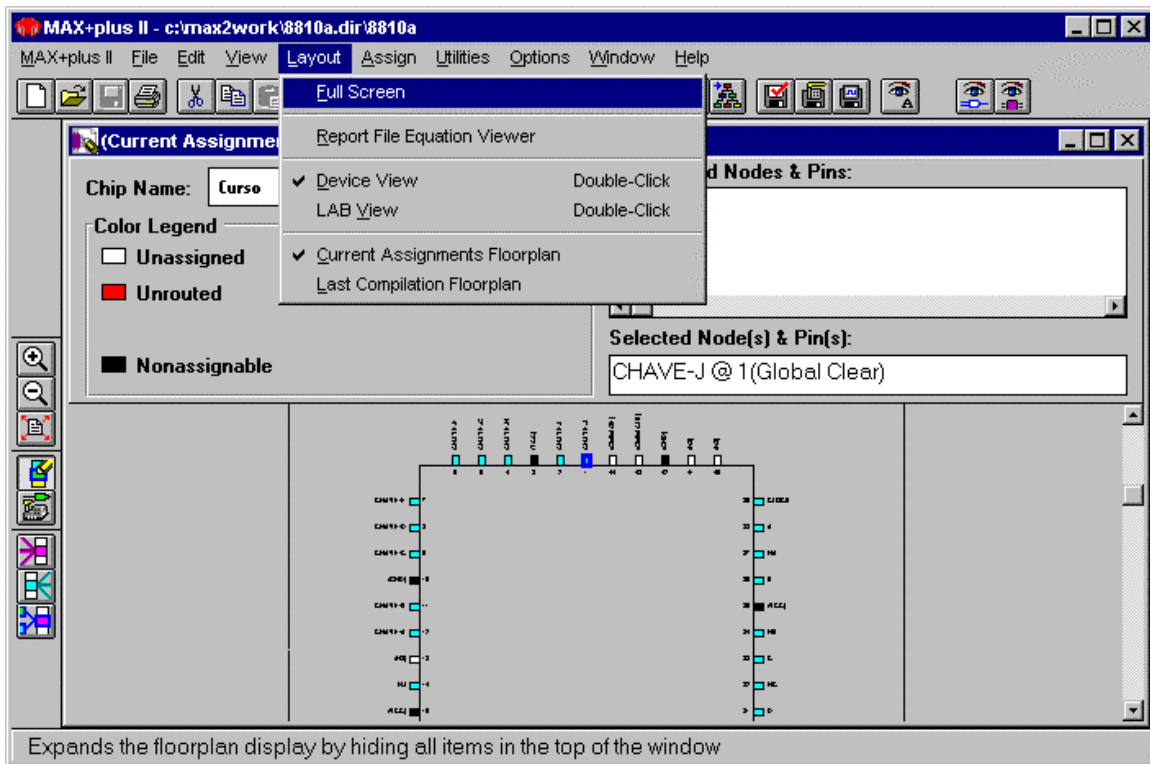

Figura 29
10.2 Escolher a função *Foorplan Editor* no menu *MAX+PLUS II*. Para abrir a janela da figura 29.